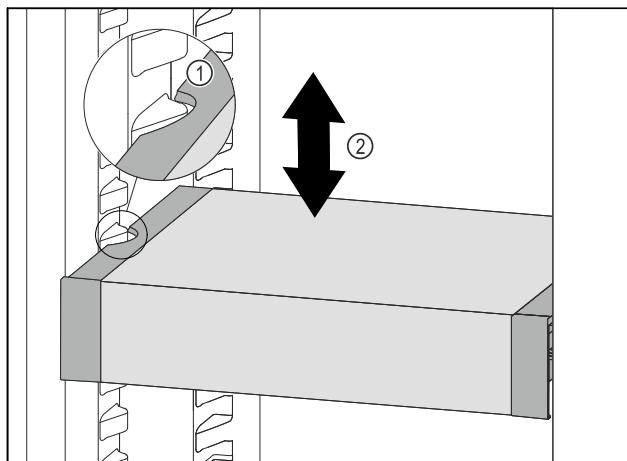

Fig. 133
- VarioSafe tiahajte dopredu, dokým sa bočné vybrania VarioSafe nebudú nachádzať vo výške rebra nádoby v chladničke. Fig. 133 (1)
- VarioSafe v chladničke presúvajte nahor alebo nadol, dokým sa dosiahne požadovaná výška. Fig. 133 (2)